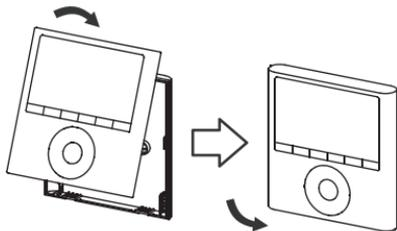

Figure 15 – Bouclez le boîtier supérieur
1. Pendant le réglage et montage du boîtier supérieur, évitez de trop serrer le câblage lors de l'installation (voir figure 15).